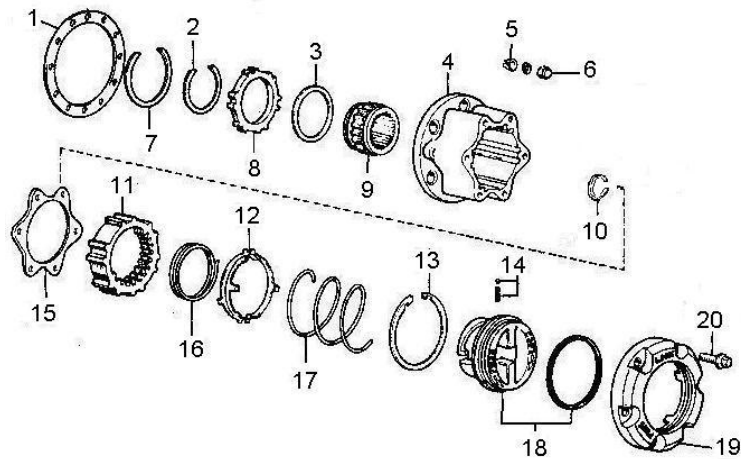
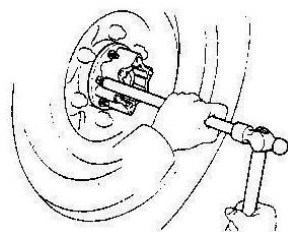

Рис. 4-1. муфта свободного хода.
Рис. 4-3.
Снимите стопорную шайбу 10 (рис. 4-1).
- Отверните крепежные гайки 6 крепления корпуса муфты свободного хода и ударяя при помощи медной выколотки и молотка по головкам болтов (рис. 4-3.) удалите конусные шайбы 5 (рис. 4-1.).
При установке муфты свободного хода прокладку 1 (рис. 4-1.) замените на новую и установив корпус муфты свободного хода закрепите их с помощью шести конусных шайб и гаек (момент затяжки 29 - 32 Н·м (2,9 – 3,3 кгс·м)). Установите стопорное кольцо 10 (рис. 4-1.).